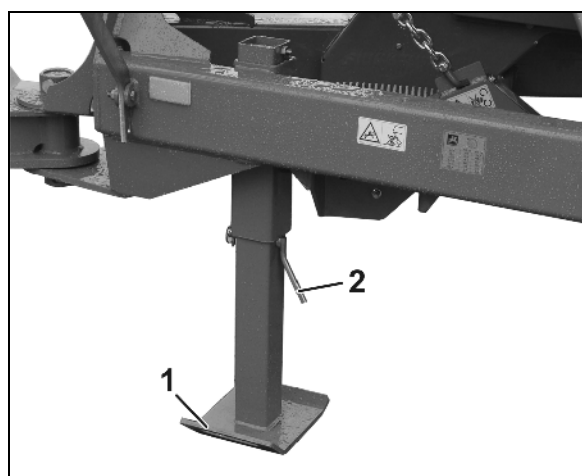

Bild 54
6. Lyft traktorns lyftarmar så högt att stödfoten (Bild 54/1) hänger fritt från marken.
7. Ta bort låsbulten (Bild 54/2).
8. Lyft upp stödfoten i handtaget (Bild 54/1) och lås den med sprinten.